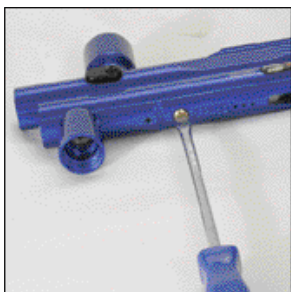
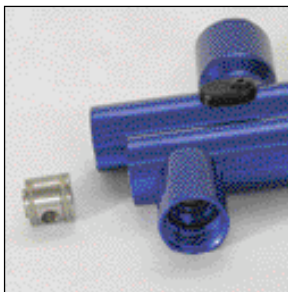

Figure 43
Figure 44
5. Pour accéder à la soupape, utilisez un tournevis à tête plate et retirez la petite vis en laiton située au centre de la face inférieure du boîtier de culasse (no 26). Figure 43. Pour retirer le corps de la soupape, servez-vous d'un goujon en bois à l'extrémité aplatie ou de la gomme à effacer d'un crayon. Poussez-le hors du boîtier. Figure 44.